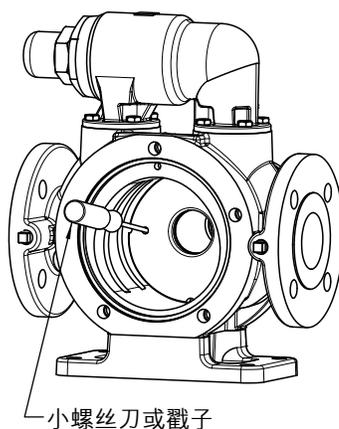

图 5
4. 拆下第一个碳盘，注意不要将它折断。请参见图 5。
10. 小心地从套管中取出第二个碳盘。如果碳盘卡住了，可以使用小螺丝刀或戳子（如图 5 所示）将它弄出来。使用螺丝刀将碳盘导引出套管凸轮孔（如图 6 所示）。